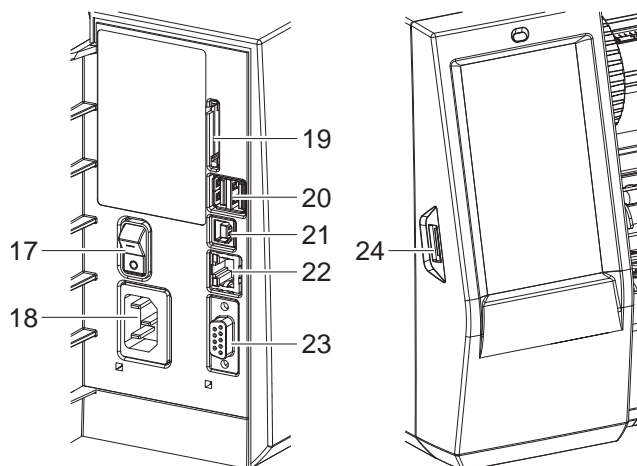

Рис. 3 Разъемы
Интерфейсы и разъемы, доступные в серийном исполнении, изображены на Рис. 3.
2. Вставьте сетевой кабель в разъем (18/Рис. 3).
- ▶ Включите принтер с помощью сетевого выключателя (17/Рис. 3). Проводится системный тест принтера, затем на дисплее отображается статус системы *Готов*.